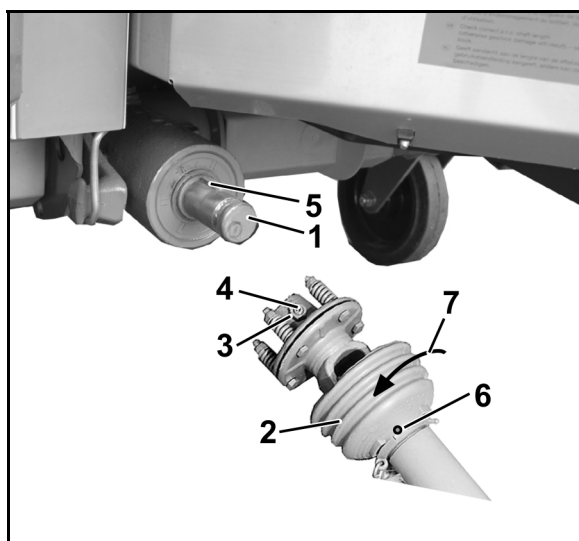

図 38
2. ギアボックス入力軸 (図 38/1) を清掃します。
4. ロックねじ (図 38/6) を回して外します。
5. 保護カバー (図 38/2) を取り付け位置 (図 38/7) へ回転させます。
7. 摩擦継ぎ手の接続ヨークにあるロックナット (図 38/3) を (グラブねじがロックナットから外側に突き出ないようになるまで) 緩め、六角穴付きのグラブねじ (図 38/4) を回して緩め、接続ヨークをギアシャフトにかぶせることができるかどうか確認します。
キー (図 38/5) が完全に覆われているか確認してください。
9. プロペラシャフトが軸方向にずれないように固定します。このためにグラブねじを六角レンチでしっかり締め付け、ナット (図 38/3) でロックします。
2. 接続ヨークのロックナット (図 38/3) を摩擦継ぎ手から外します。グラブねじ (図 38/4) を回して外してください。